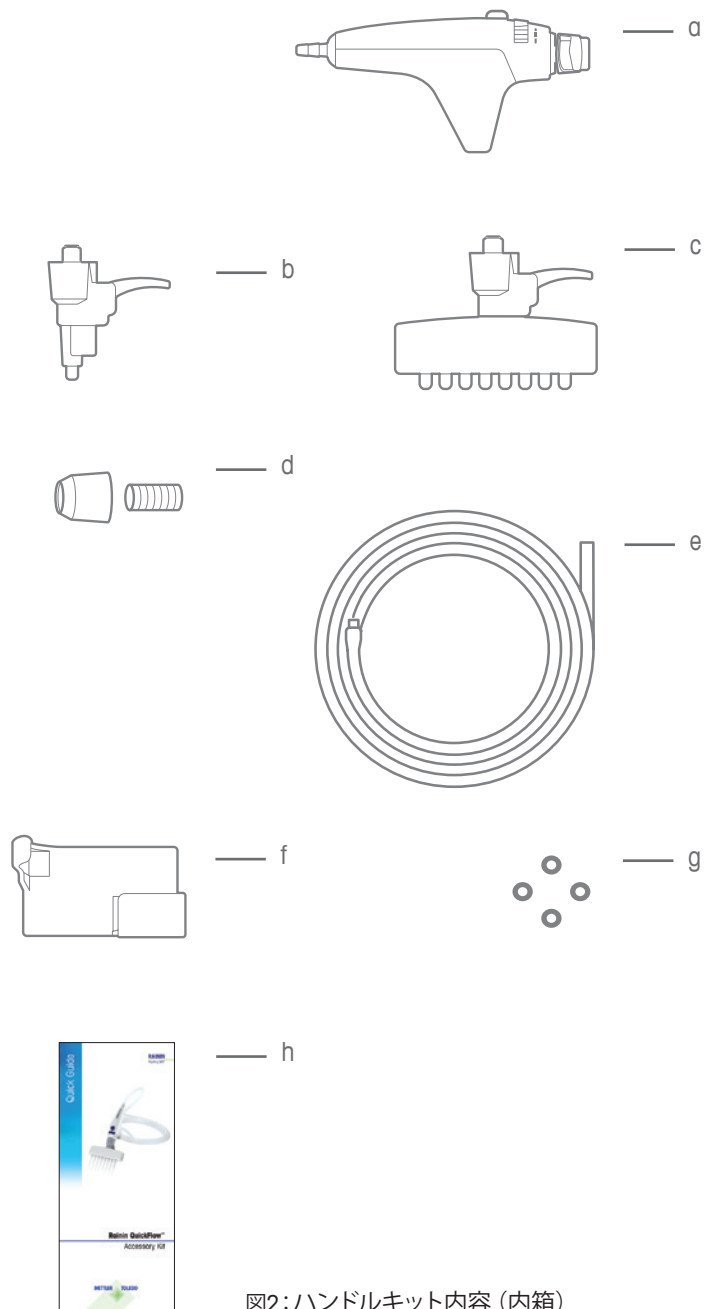

図2:ハンドルキット内容 (内箱)
4. QuickFlowには、3種類のハンドルアダプターが含まれています（4ページの図2を参照）。